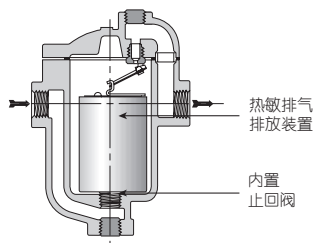

图5 铸铁倒置型疏水阀
- ▲ 内置止回阀采用加载不锈钢弹簧并用螺纹直接连接在疏水阀的进口或加长进口管的顶部以节约成本。见图5。
- ▲ 热敏排气倒置桶有一个双金属控制的辅助空气排放装置，用于启动时排放大量空气，适用于1.7MPa以下的压力。见图5。